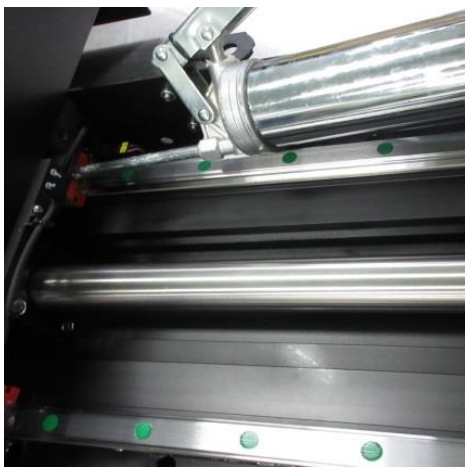

図 5
- (1) グリスノズルよりグリスを注入してください（図 5）。